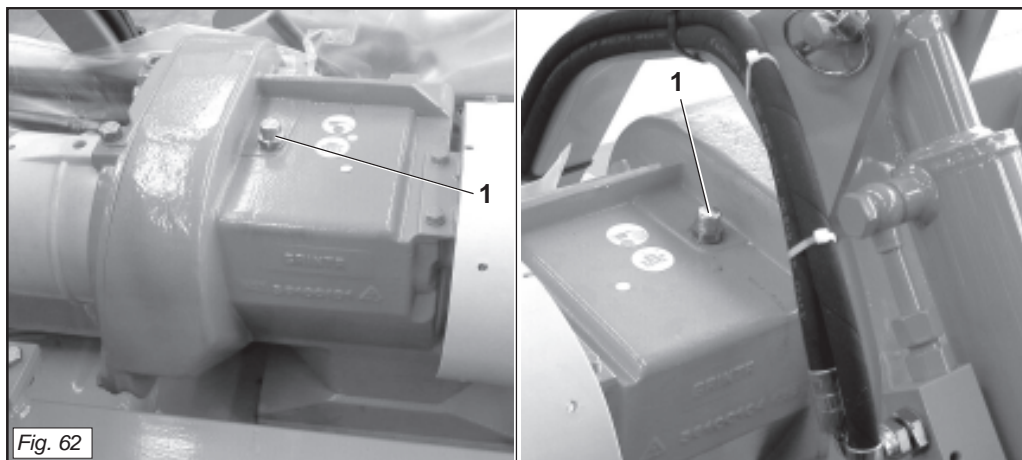

Fig. 62
- Per le scatole laterali, estrarre l'astina (1 Fig. 62) e verificare che l'olio sia a filo della tacca di livello. Eventualmente rabboccare.
- To check the level in the side housings, remove the dipstick (1 Fig. 62) and make sure that the oil reaches the level mark. Top up if necessary.
- Pour les boîtiers latéraux, sortir la jauge (1 Fig. 62) et vérifier que l'huile est au niveau du repère. Si nécessaire faire un rajout.
- Für die seitlichen Gehäuse den Ölmesststab (1 Abb. 62) herausziehen und sicherstellen, dass das Öl bis zur Standkerbe steht. Eventuell Öl nachfüllen.
- Para las cajas laterales, extraer la varilla (1 Fig. 62) y controlar que el aceite llegue a la muesca de nivel. Si es necesario abastecer.